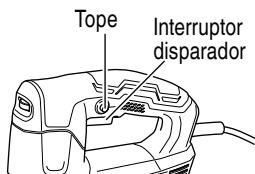

Fig. 4
7. Operación del interruptor (Fig. 4)